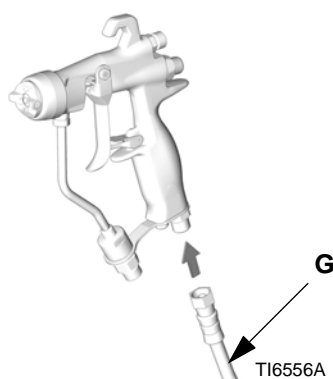

FIG. 2
2. Montér en lufttryksregulator (C) på pistolens luftledning, så det er muligt at regulere lufttrykket til pistolen.
3. Der skal monteres en luftspærreventil (B) på pistolens luftledning og på pumpens luftledning, der kan anvendes til at lukke for luften til pistolen.
5. Slut luftslangen (G) til 1/4 npsm-gevindet på pistolens luftindtag. Se FIG. 2.